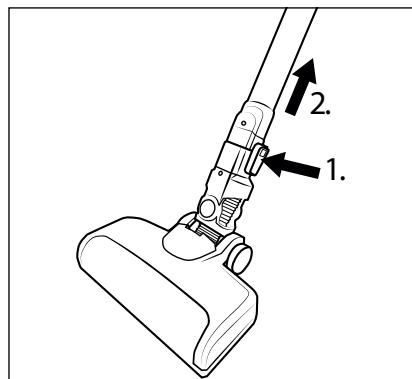

Fig. 12
- Per rimuovere la spazzola per pavimenti ② dal tubo di aspirazione ④, tenere premuto il tasto di sblocco della spazzola per pavimenti ③ e sfilare il tubo di aspirazione ④ dalla spazzola per pavimenti ② (vedere fig. 12).